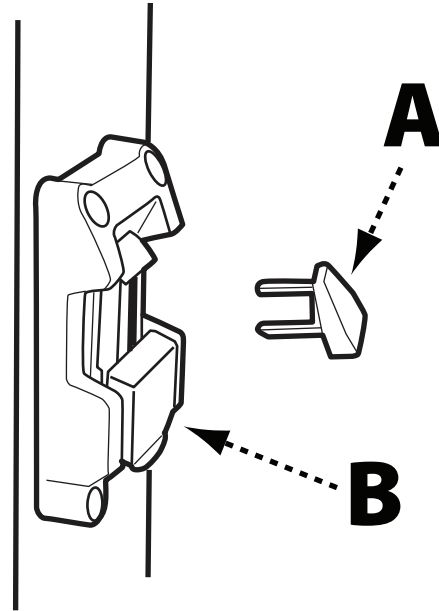

FIGURA 12
NOTA: La sierra cinta de bastidor de acero de 355.6 mm (14 pulg.) DELTA® utiliza una llave de seguridad (A) como se muestra en la figura 12. La llave de seguridad debe estar en su lugar para hacer funcionar la máquina. Antes de intentar encender la sierra cinta, asegúrese de que la llave de seguridad esté instalada.
Cuando la herramienta no esté en uso, el interruptor debe estar bloqueado en la posición de apagado. Esto puede hacerse tomando la llave de seguridad (A), como se muestra en la figura 12, y sacándola del interruptor. El interruptor no funcionará si no tiene la llave de seguridad adentro. En caso de que